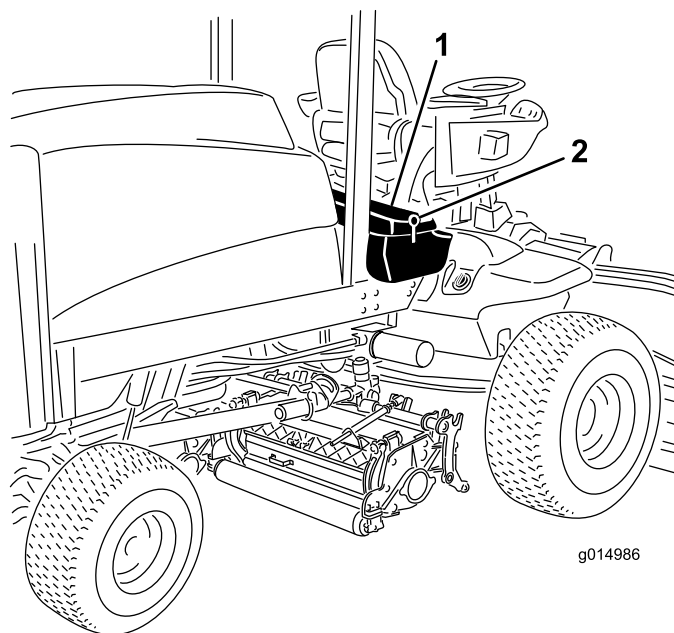

Figura 61
1. Desbloqueie e eleve o painel da consola do operador (Figura 61).